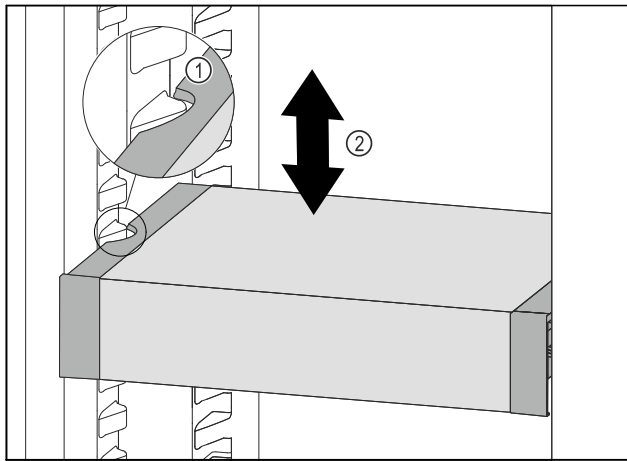

Fig. 60
- ▶ Tirare VarioSafe in avanti fino a quando le cavità laterali di VarioSafe non si trovano al livello della nervatura del contenitore nel vano frigorifero. Fig. 60 (1)
- ▶ Spostare VarioSafe verso l'alto o verso il basso nel vano frigorifero fino a raggiungere l'altezza desiderata. Fig. 60 (2)